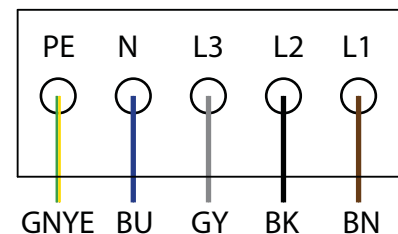

Bild 7: AC-Anschlussklemmen
- 6. Leitungen entsprechend der Beschriftung der Leiterplattenklemmen (Bild 7 auf Seite 17) anschließen.